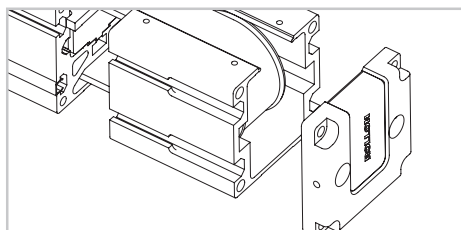

Fig. 11
- 11) Separare la testata folle dal profilo e rimuovere la puleggia (Fig. 11).